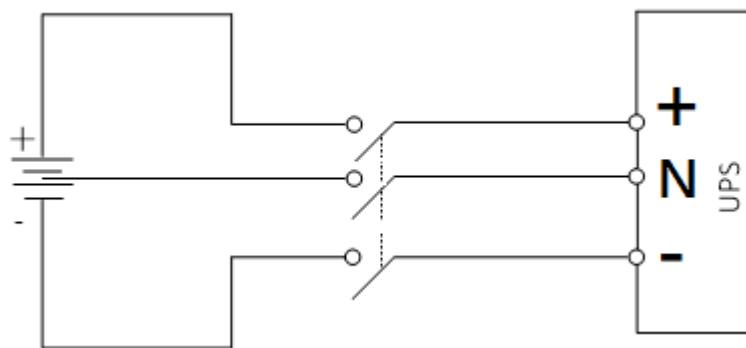

图 6-9 电池、BCB 和 UPS 的接线图（电池端两线连接，30 节 ~ 44 节电池）
2. 推荐使用直流断路器，断路器直流额定电压要满足分断电压不小于电池端总电压。电池、BCB 和 UPS 之间的连接参照图 6-9。